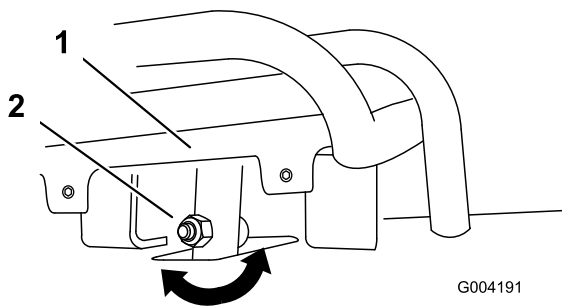
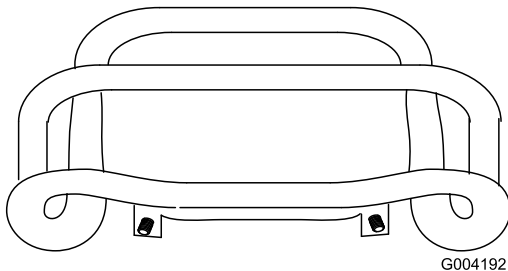

Bild 54
Bild 55
4. Wenn die Vorderseite des Fahrtriebs nicht bündig und gleichmäßig am Anschlagbügel bleibt, lösen Sie die Bundmutter und die Schraube im Schaft des Fahrtriebs (Bild 54).
5. Stellen Sie den Fahrtrieb so ein, dass er bündig am Anschlagbügel bleibt, wenn er gerade nach hinten gezogen wird (Bild 54 und Bild 55).
C. Lösen Sie die Bundmutter und die Schraube im Fahrtriebsschaft (Bild 54).
I. Stellen Sie den Fahrtrieb so ein, dass er bündig am Anschlagbügel bleibt, wenn er gerade nach hinten gezogen wird (Bild 54 und Bild 55).